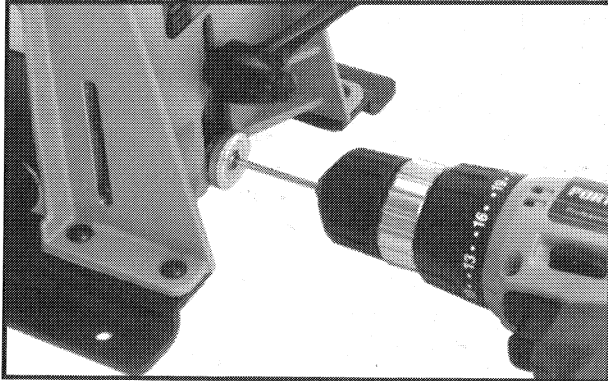

Fig. 9
6. ANTES DE AFLOJAR LA ABRAZADERA DE TRABAJO, taladre el agujero para el tornillo (vea la Fig. 9).
8. Apriete la boquilla de nuevo después de cada cincuenta (50) cortes para prevenir que la broca se deslice.